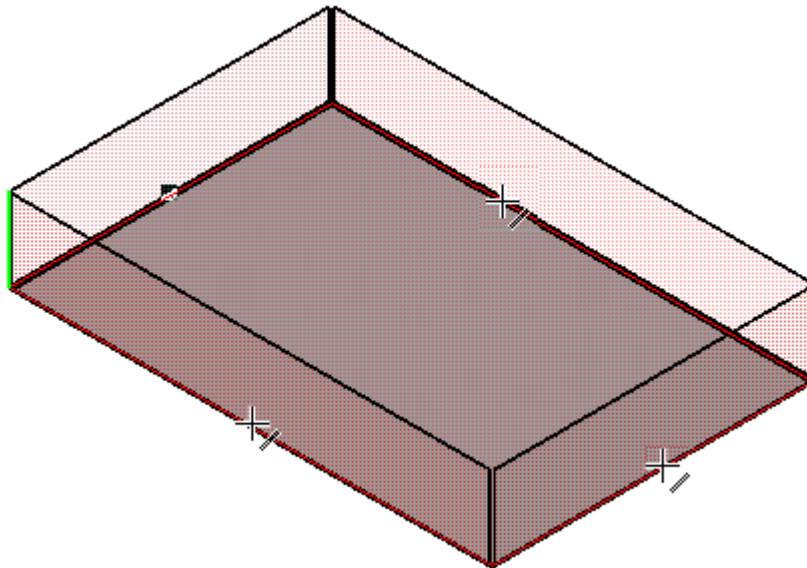

Рисунок 13.
- Укажите остальные три ребра. По мере указания ребер система будет показывать фантомы сгибов (рис. 13).